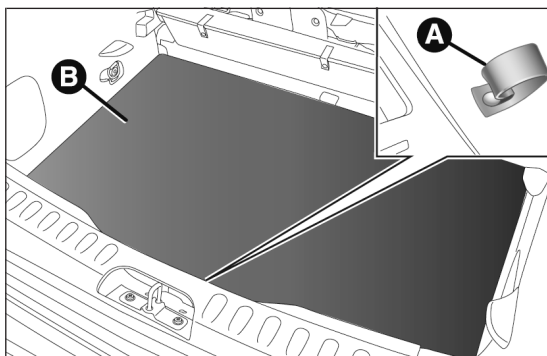

fig. 96
- tirer la languette A fig. 96 et soulever vers le haut le tapis de revêtement B.